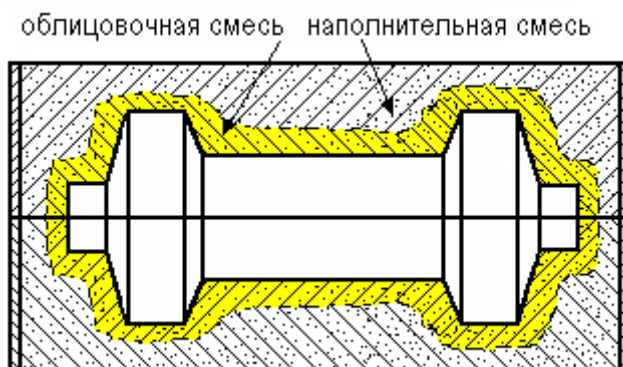

Рис. 2.3. Заполнение формы облицовочной и наполнительной смесью
2. Наполнительной смесью – заполняют остальную часть формы (рис. 2.3).